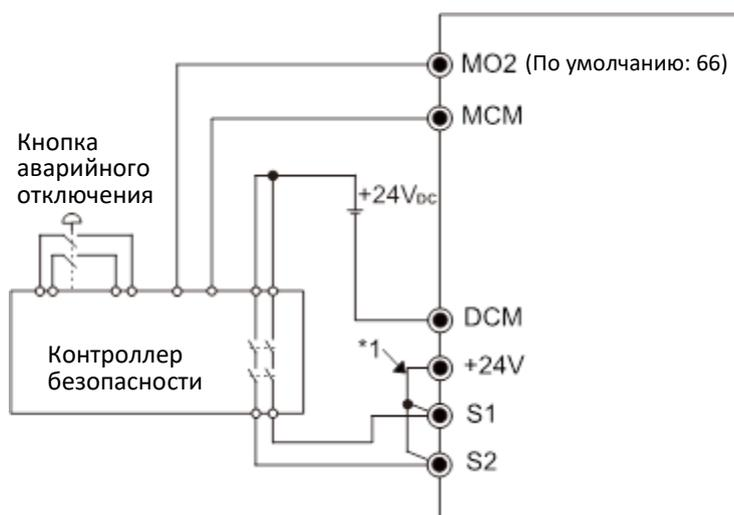

Рисунок 3
2. Выполните подключение согласно рис. 3 ниже. В нормальном состоянии контакты выключателя ESTOP замкнуты (НЗ), соответственно привод может работать без ошибок.